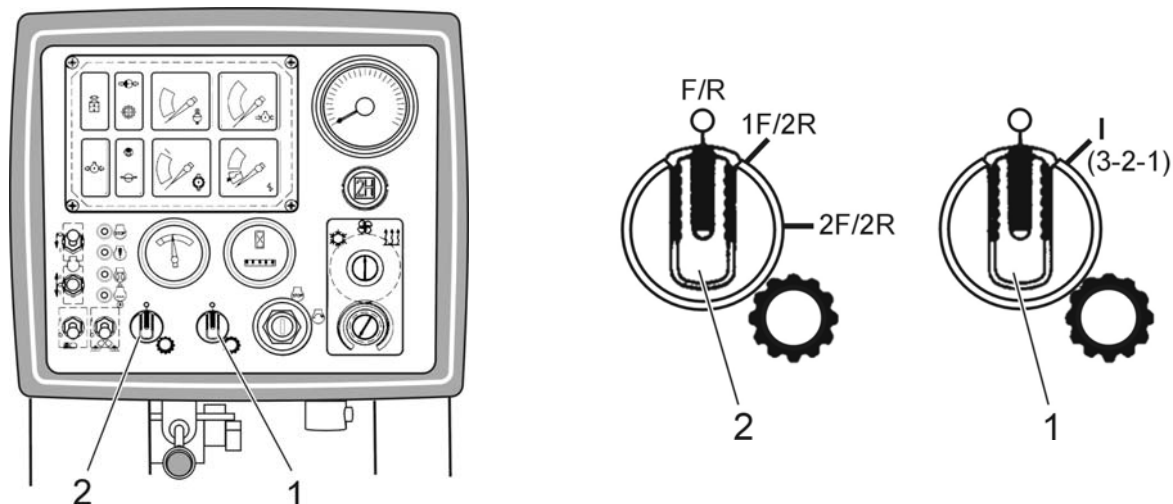

Рис. 4.24. выбор функции режима изменения передач (преселекции) и автоматического снижения передач
При работе машиной в таком режиме управление направлением движения машины, поворотом и переключение передач осуществляется при помощи рычага управления системой привода и кнопками, находящимися на этом рычаге, при условии, что поворотный переключатель (2, Рис. 4.24.) установлен в положение «F/R», а выключатель (1) - в положение О.
Для того чтобы включить эту функцию необходимо поворотный переключатель (2, Рис. 4.24.) установить в положение «F/R», а включатель (1) – в положение «I».